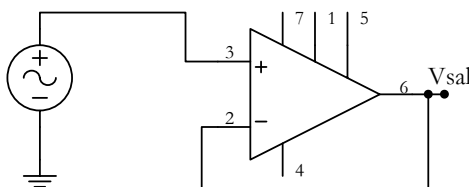

Figura 5
- 3.1. Armar el circuito de la Figura 5.